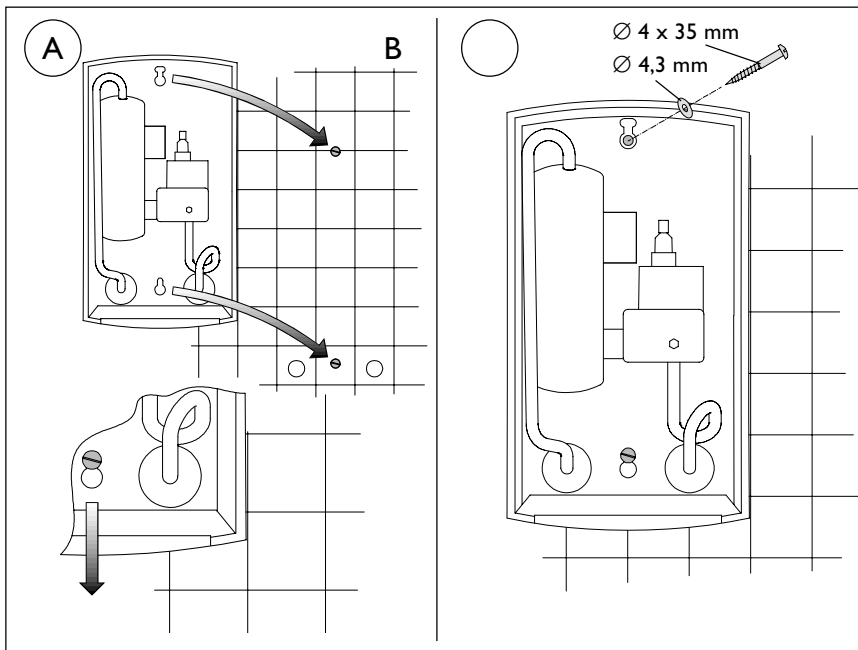

Рис. 9
Указание: При замене старого прибора типа ДНС (старые отверстия могут использоваться) дополнительно завинтить верхние винты и использовать прилагаемые шайбы (рис. 9 В).
5. При подштукатурном монтаже водопровода завинтить в стенную шайбу в соответствии с рис. 12. Прибор насадить на винты и зафиксировать (рис. 9 А).